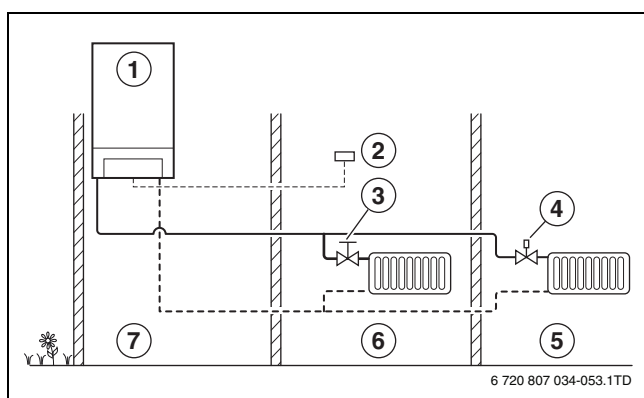

Fig. 23 Principiu de reglare al regulatorului în funcție de temperatura camerei
- La reglarea în funcție de temperatura încăperii, temperatura dorită este reglată în camera 1 cu ajutorul unității de comandă montate acolo (regulator comandat în funcție de temperatura încăperii). Pentru reglarea corectă a temperaturii încăperii, radiatoarele trebuie executate cu ventile de radiator manuale sau ventilele de radiator termostatic trebuie deschise complet (→ fig. 23).